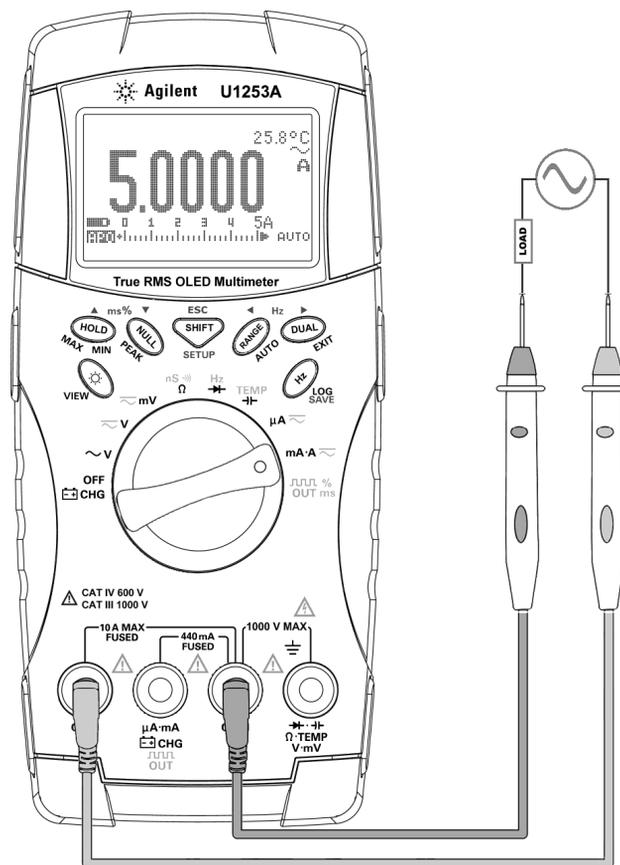

Abbildung 2-5 A-Stomstärkenmessung (Ampere)
- 2 Verbinden Sie die roten und schwarzen Messleitungen entsprechend mit den 10 A Eingangsanschlüssen **A (rot)** und **COM (schwarz)** (siehe Abbildung 2-5). Wenn die rote Messleitung im Anschluss **A (rot)** steckt, wird das Multimeter automatisch zur -Messung eingerichtet.